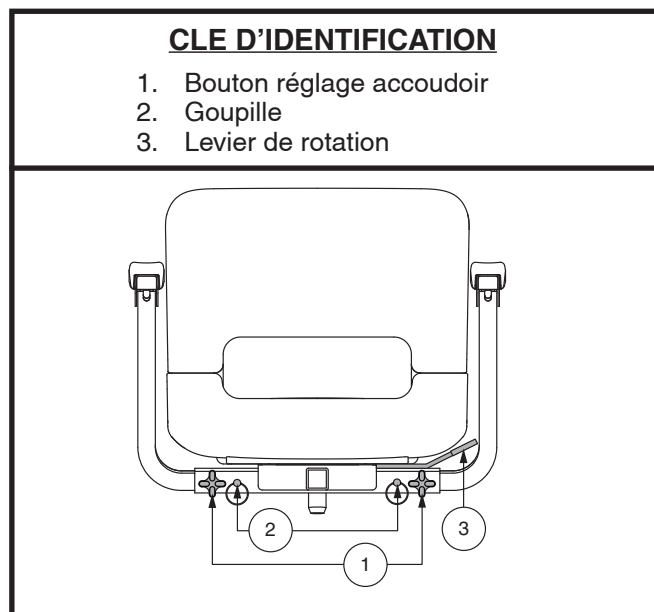

Figure 11. Réglage du siège
1. Desserrez les boutons de réglage. Voir la figure 11.